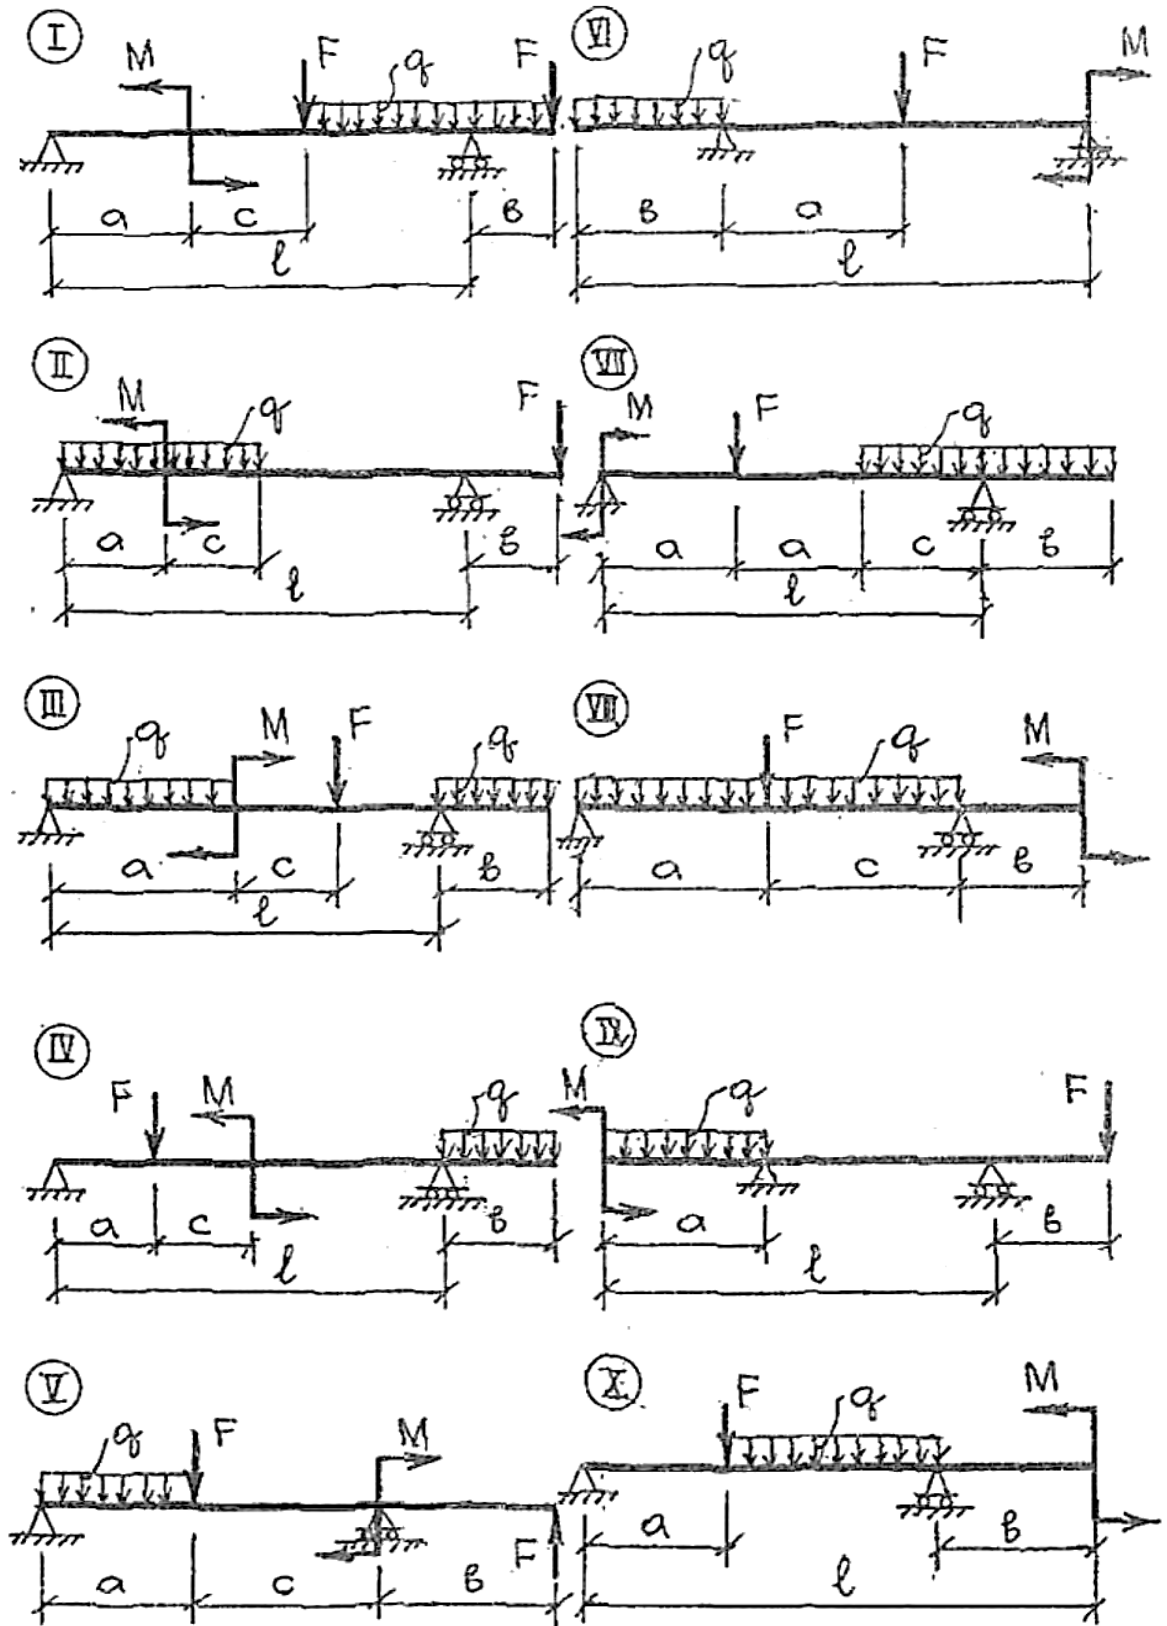

Рис.4.3. Вихідні варіанти схем балок до завдання 1
1. Згідно варіанту вибрати схему балки на рис. 4.3 та вихідні дані до неї відповідно до табл 4.1.